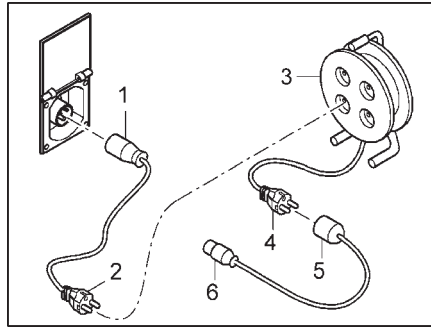

Bild 95 Anslutningsmöjligheter 230 V-anslutning
- Adapterkabel: CEE 17 anslutningskoppling med jordad kontakt (Bild 95,1) – kontakt med jordad kontakt (Bild 95,2)
- Kabeltrumma: Uttag med jordad kontakt (Bild 95,3) – kontakt med jordad kontakt (Bild 95,4)
- Adapterkabel: Anslutningskoppling med jordad kontakt (Bild 95,5) – CEE 17 kontakt med jordad kontakt (Bild 95,6)